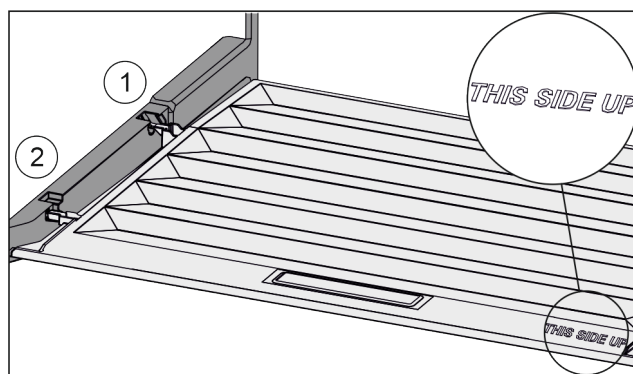

Fig. 69
- ▶ Skyv inn dekseltrinn via åpningen til bakre holder Fig. 69 (1) og klikk dem på plass i fremre holder Fig. 69 (2).